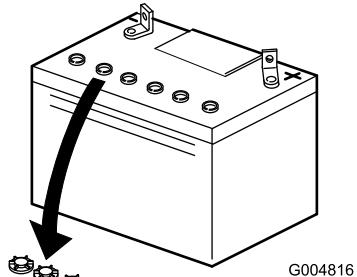

Figura 3
- Togliete i tappi di spurgo dalla batteria (Figura 3).